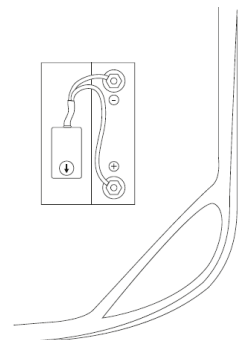

Fig.3
- 6- Retirar el segundo protector de la cinta doble faz y adherir el dispositivo a la superficie de la batería. (Fig.3)